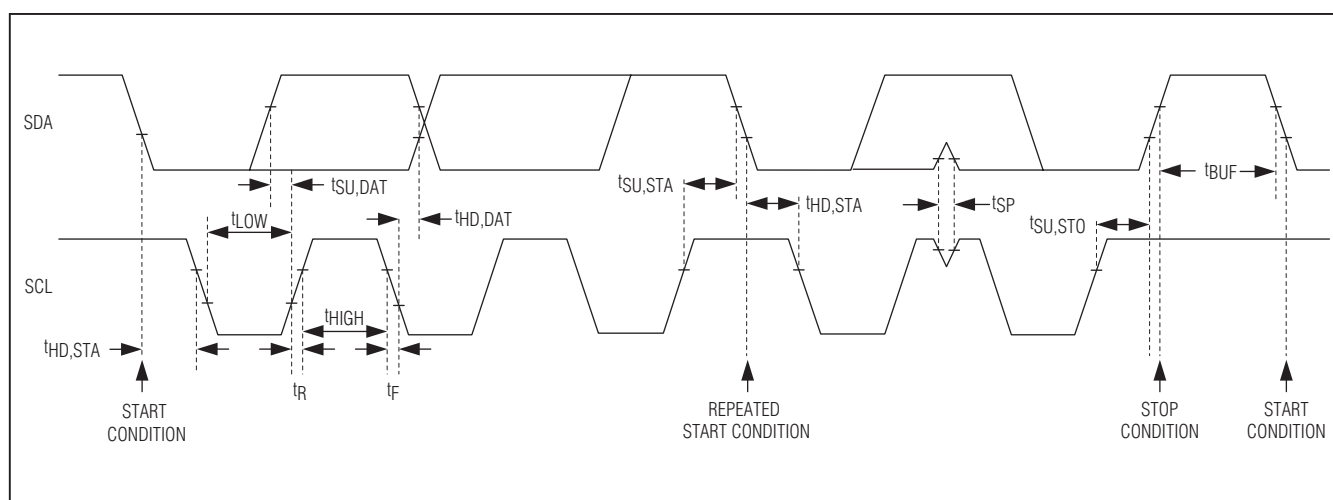

図3. 2線式インタフェースのタイミング図
このICは、シリアルデータライン(SDA)とシリアルクロックライン(SCL)で構成されるI²C/SMBus™対応の2線式シリアルインタフェースを備えています。SDAとSCLによって、このICとマスターの間で最高400kHzのクロック速度の通信を容易に行うことができます。図3に、2線式インタフェースのタイミング図を示します。マスターがSCLを生成してバス上のデータ転送を開始します。マスターデバイスは、適切なスレーブアドレスの後に続けてレジスタアドレスを送信して、さらにデータワードを送信することによって、このICへのデータ書込みを行います。個々の送信シーケンスは、START (S)またはREPEATED START (Sr)条件およびSTOP (P)条件によって区切られます。このICに送信される個々のワードは8ビット長であり、その後にアクノリッジクロックパルスが続きます。マスターがこのICからデータを読み取る場合は、適切なスレーブアドレスの後に続けて9個のSCLパルスを送信します。ICは、マスターが生成するSCLパルスに同期してSDA上でデータを送信します。マスターはデータの各バイトについて受信のアクノリッジを行います。個々の読取りシーケンスは、STARTまたはREPEATED START条件、非アクノリッジ、およびSTOP条件で区切られます。SDAは、入力およびオープンドレイン出力の両方として動作します。SDAバスにはプルアップ抵抗(通常は500Ω以上)が必要です。SCLは、入力としてのみ動作します。バス上に複数のマスターが存在する場合、またはシングルマスターシステムでマスターのSCL出力がオープンドレインの場合は、SCLにプルアップ抵抗(通常は500Ω以上)が必要になります。必要に応じて、SDAおよびSCLと直列に抵抗を挿入することもできます。直列抵